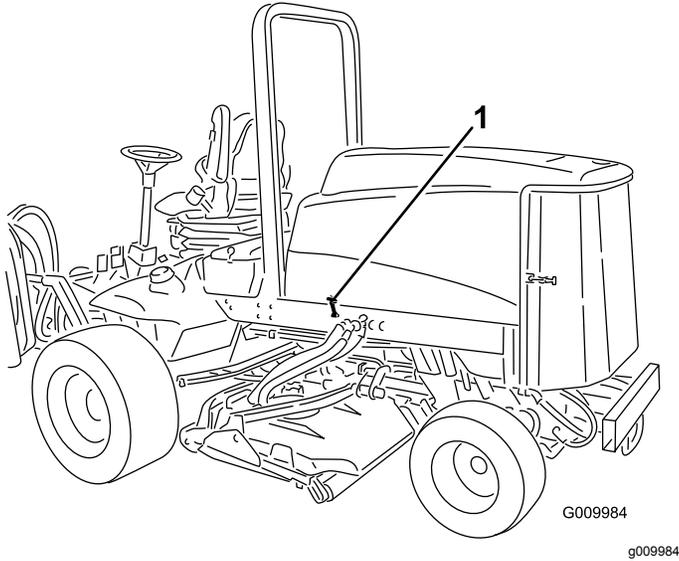

Figura 19
1. Desenganche los cierres del capó (Figura 19) y abra el capó.